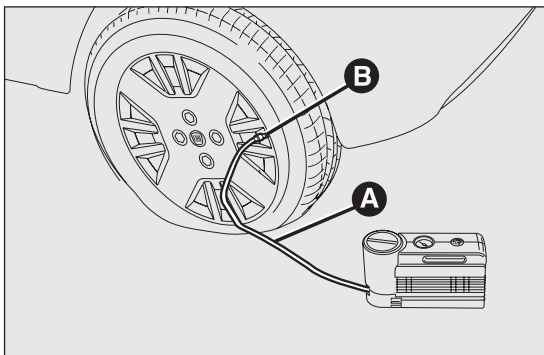

fig. 146
- Azionare il freno a mano. Svitare il cappuccio dalla valvola del pneumatico, estrarre il tubo flessibile di riempimento A fig. 146 ed avvitare la ghiera B sulla valvola del pneumatico;